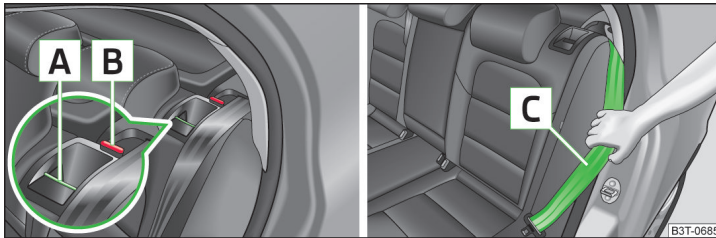

Fig. 77 Déverrouillage des dossiers des sièges / Passer la ceinture de sécurité sur l'habillage latéral
- Appuyer sur la touche de déverrouillage **A** » fig. 77.
- Appuyez simultanément sur la touche de déverrouillage **A** » fig. 77 sur les deux côtés des dossiers.
- Maintenez la ceinture de sécurité latérale **C** » fig. 77 arrière sur le bord de l'habillage latéral.